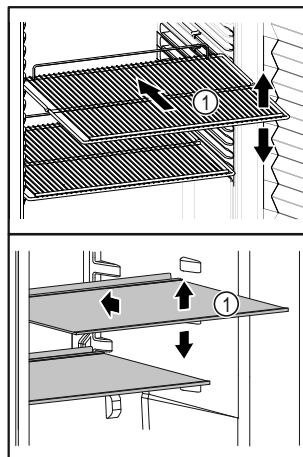

Fig. 62 Immagine a titolo di esempio
- ❑ Se i ripiani Fig. 62 (1) sono spostati, adattare i ripiani in base all'altezza.